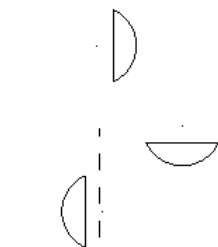

图 3.14.18 单次旋转角度
-  角度之间 单选项：用于设置根据每一个复制的对象计算旋转角度，如图 3.14.18 所示。当旋转次数大于 1 时，此单选项可用。
说明：图 3.14.18 和图 3.14.19 输入的参数是一样的，都是在的文本框中输入值 90 之后得到的结果图。